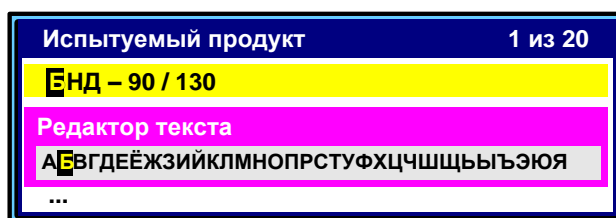

Рисунок 27 – Режим ввода строки
4.10.2.4 Для дальнейшего ввода текста необходимо повторно нажать клавишу «Режим». При этом аппарат переходит в режим ввода строки (см. рисунок 27).